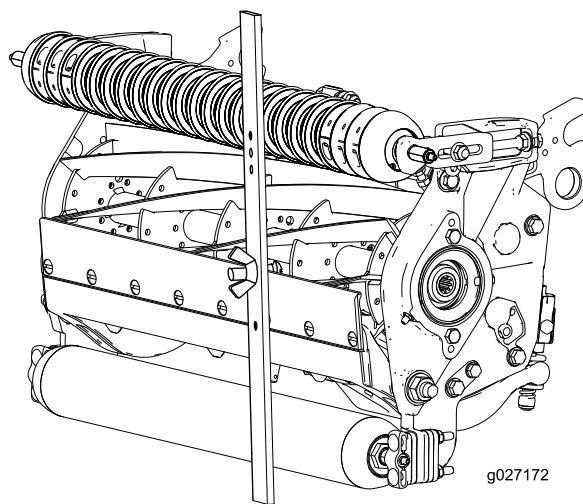

图17
4. 将螺丝头钩在底刀的刀刃上，并将调刀尺的后端放到后滚筒上（图17）。
5. 旋转调节螺丝，直到前滚筒接触到调刀尺（图17）。